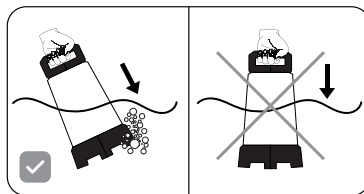

Abb. 8
2. Senken Sie das Gerät in einem leichten Winkel ins Wasser, damit die restliche Luft entweichen kann (siehe Abb.8).